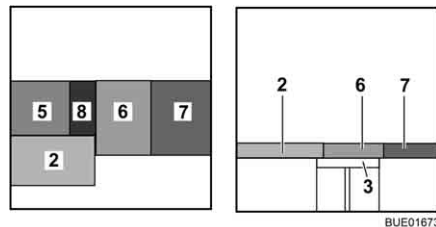

Fig. 143 Después de la transformación
- Colocar el cojín del asiento (Fig. 143,7) en el centro.
- Colocar el cojín del respaldo (Fig. 143,6) entre el cojín del asiento y la pared.